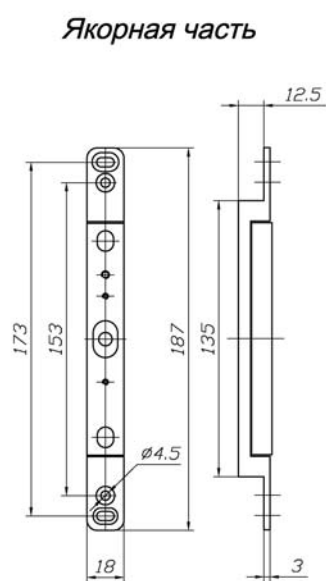

Рис. 2.
5.1 Якорная часть ЗАМКА монтируется в гнезде в верхней части дверного полотна. Гнездо выполняется симметрично кромкам двери с учетом габаритно-установочных размеров якорной части (рис. 2). Рекомендуется гнездо делать на 2-5мм шире якоря, чтобы компенсировать погрешности